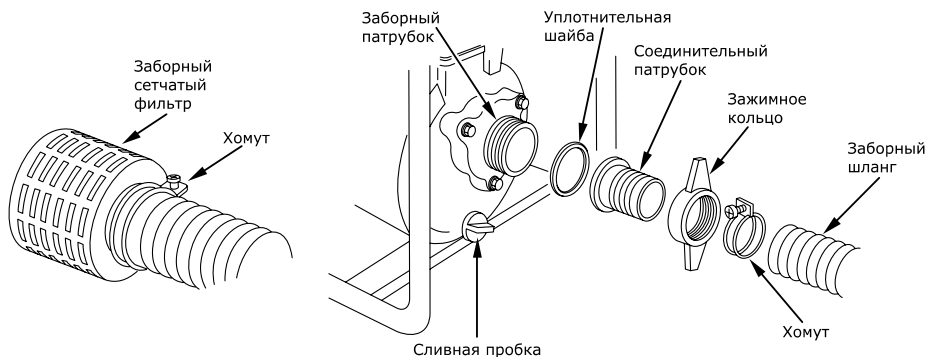

Рис. 11
- Заполните насосную часть помпы пресной водой. Установите заборный рукав с заборным фильтром. Убедитесь, что выпускной рукав закреплен и не перекрыт (рис. 11, 12).
пресной водой. Установите заборный рукав с заборным фильтром. Убедитесь, что выпускной рукав закреплен и не перекрыт (рис. 11, 12).
- подсоедините заборный сетчатый фильтр к заборному рукаву при помощи хомута (рис. 11).
- слейте воду из выпускного шланга и корпуса мотопомпы через сливную пробку (рис. 11).